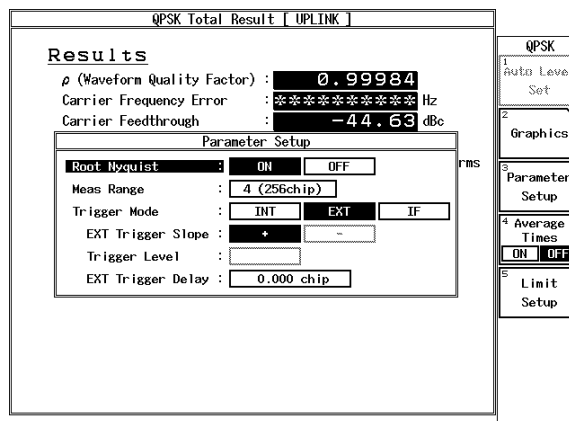

図 6-13 測定パラメータ表示
3. R3267 シリーズを IQ 入力、QPSK 測定に設定し、パラメータを図 6-13 のように設定し、*DC CAL* を実行します。